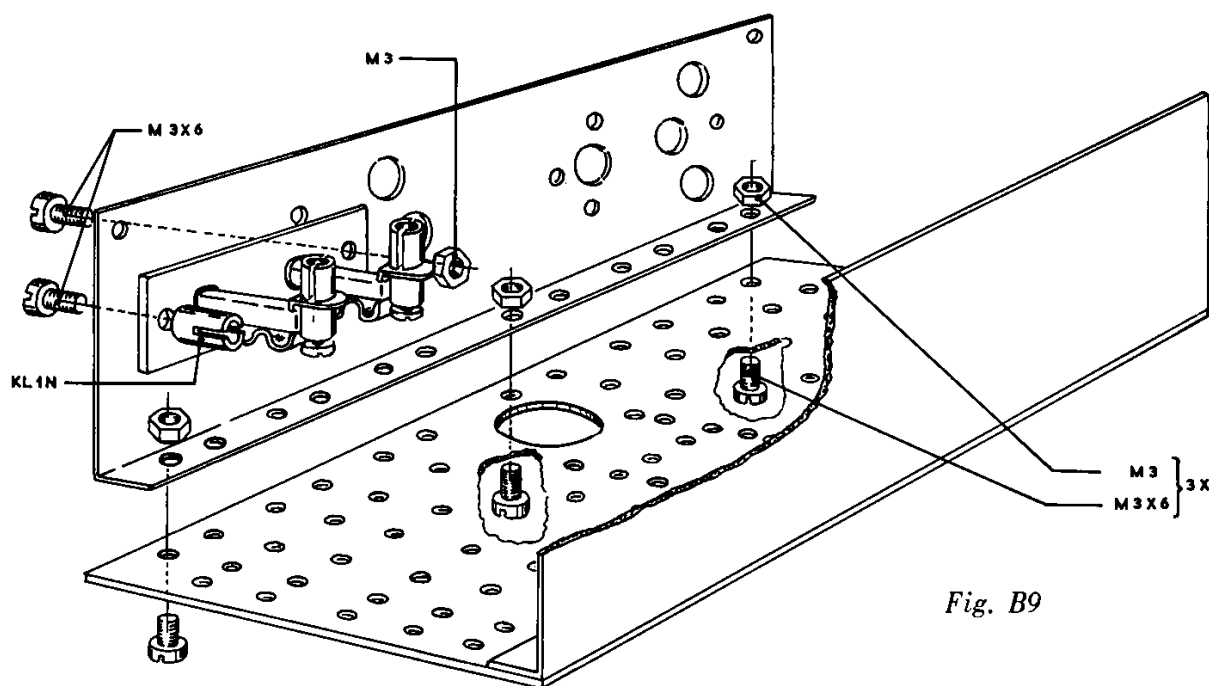

Fig. B9
6. Nu gaan we deze stekerbussplaat vastzetten aan de **tweede metalen montageplaat**. In figuur B9 is aangegeven, hoe de stekerbussplaat moet komen te zitten: de koppen van de boutjes, waarmee je zojuist de draadklemmen hebt vastgezet, moeten naar de omgebogen rand van de montageplaat wijzen. Eén zijde wordt vastgezet met een kort boutje en een bijbehorend moertje, aan de andere zijde komt een klem met één gleuf (KL 1 N) met een kort boutje.
7. De tweede metalen montageplaat kan nu worden vastgezet aan de bruine isolatieplaat. Gebruik hiervoor de laatste drie korte boutjes met moertjes (figuur B9).